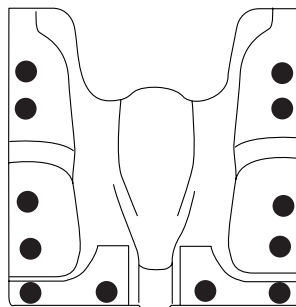

FIGURE 1
- Les points noirs représentent l'emplacement des vingt-quatre (24) rivets aveugles (W702512-S900C). (Voir figure 1).
- Les triangles noirs représentent l'emplacement des vingt-huit (28) rivets aveugles (W707638-S900C) sur le plancher. (Voir figure 1).